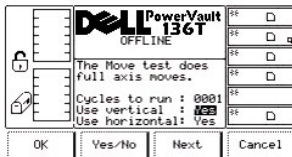

图 101. 维修 > 磁带库 > 诊断 > 机械手 > 移动 > 使用轴对话框
- 1 如果按下**下一个**软键下方的按钮，则列表中的下一个字段将成为活动字段。请参见图 101。